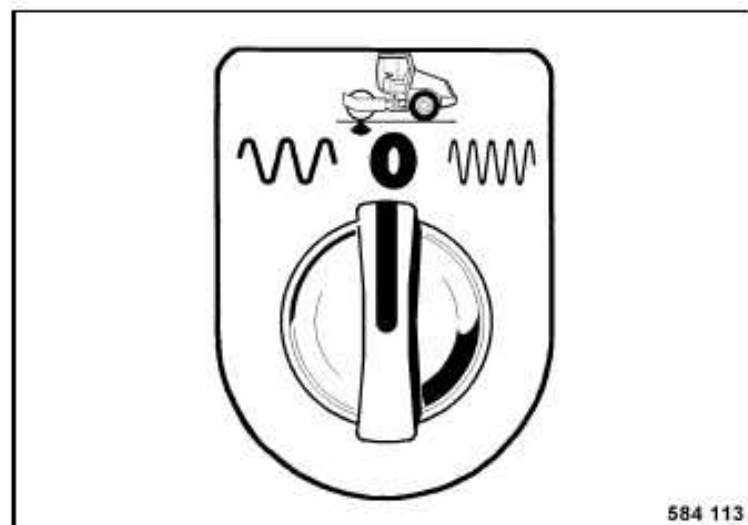

Fig. 38
- Colocar el interruptor selector de vibración (Fig. 38) en posición "0", vibración desconectada.